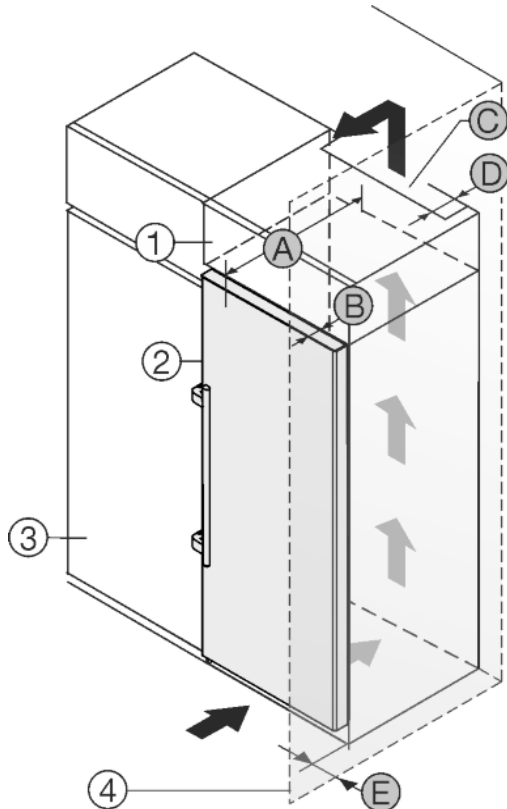

Fig. 9
Uređaj se može adaptirati za ugradnju u kuhinjske ormare. Kako biste uređaj Fig. 9 (2) prilagodili visini kuhinjskog namještaja, iznad uređaja možete postaviti viseći ormar Fig. 9 (1).
Uređaj se može postaviti direktno uz kuhinjski ormar Fig. 9 (3). Kako biste vrata mogli potpuno otvoriti, uređaj mora biti za dubinu Fig. 9 (B) ispred u odnosu na prednjicu kuhinjskog ormara. Ovisno o dubini kuhinjskih ormara i uporabi zidnih distancera, uređaj može i dalje stršati.
- Na stražnjoj strani visećeg ormara treba postojati otvor za odzračivanje dubine Fig. 9 (D) po cijeloj širini visećeg ormara.
- Ispod stropa prostorije treba poštivati ventilacijski presjek Fig. 9 (C).
Kada se uređaj postavlja s okovima pored zida Fig. 9 (4), treba poštivati razmak Fig. 9 (E) između uređaja i zida. To odgovara stajanju ručice kod otvorenih vrata.